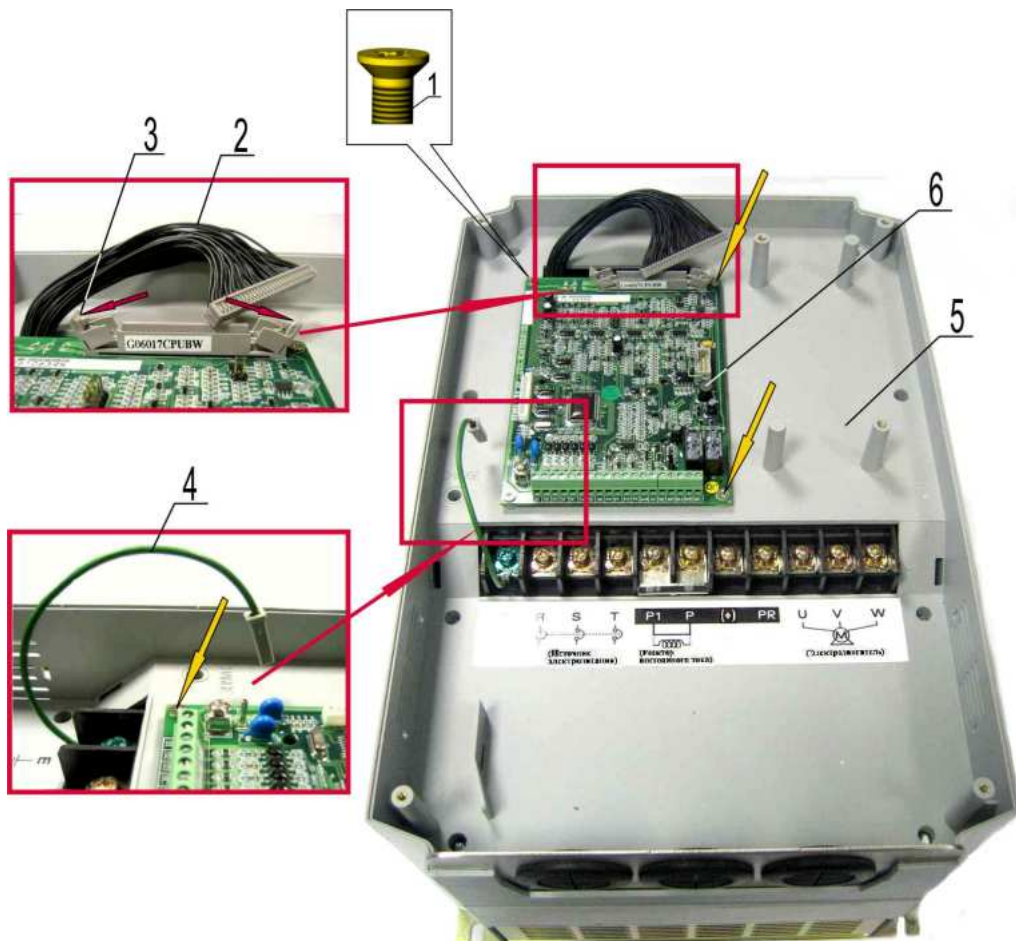

Рис. 7.33
7.15.1. Взять плату центрального процессора (табл.4.1, поз.2; рис.7.33, поз.6). Установить плату в корпус 5, совместив отверстия платы с резьбовыми отверстиями в корпусе (рис. 7.33). Закрепить плату четырьмя винтами 1 (желтые стрелки на рис. 7.33).
7.15.2. Соединить заземляющий провод 4 с контактом на плате 6 (рис. 7.33).
7.15.3. Отжать в стороны фиксаторы 3 разъема на плате. Вставить розетку жгута 2 в разъем, приложив рукой усилие вниз до щелчка фиксаторов (рис. 7.33).